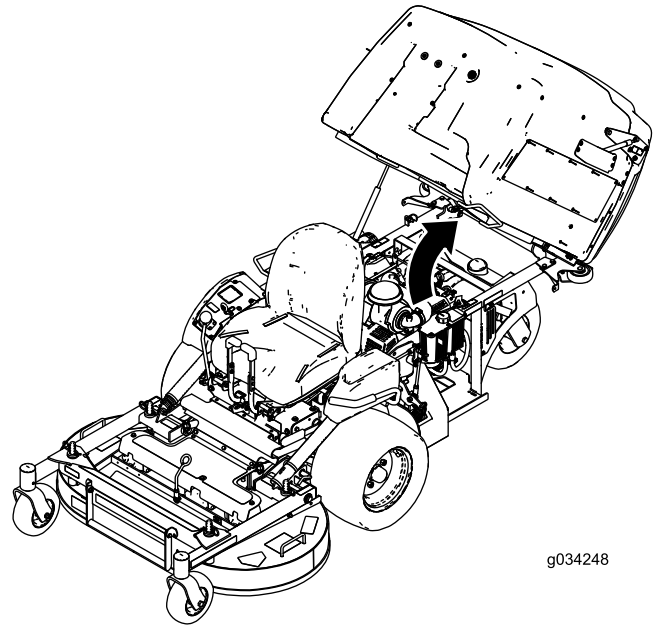

Figure 30
1. Relevez la trémie (Figure 30).